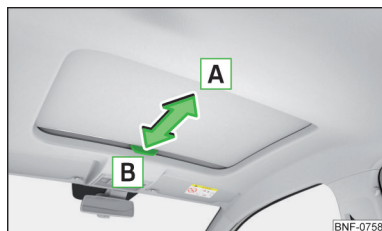

Fig. 39
- Para **abrir**, tirar la manilla en el sentido de la flecha **A** » fig. 39.